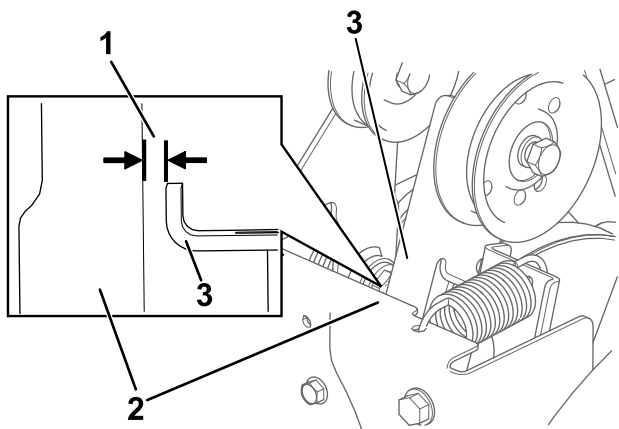

Figura 31
3. Con la palanca del sinfín/impulsor desengrenada, compruebe que la distancia entre el brazo del embrague del sinfín y el bastidor de la máquina es de 1.5 mm (1/16"), como se muestra en la Figura 31.